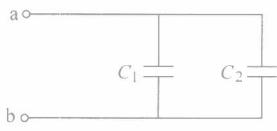

图 1-5 电容并联
如图 1-5 所示，电容  $C_1$ 、 $C_2$  并联时，其总电容  $C$  为
**例 7：**如图 1-5 所示， $C_1 = 51\mu F$ ， $C_2 = 47\mu F$ ，求并联后的总电容  $C$ 。